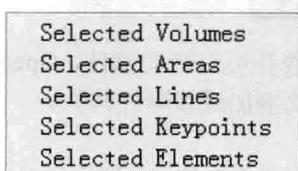

图 1-16 选择图元
- d. Everything Below——选择已经被选中的模型上的图元，其子菜单如图 1-16 所示。